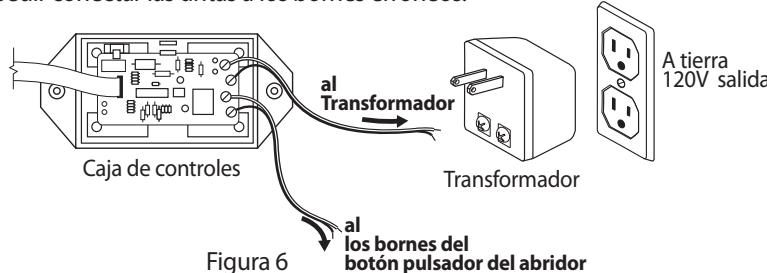

Figura 6
5. Remueva aproximadamente 13 mm (1/2 pulgada) de aislamiento de ambos cables en la misma punta de un rollo de cable bifilar. Fije un cable a cada uno de los dos tornillos situados cerca del relé, Figura 6. Encamine este par de cables a los bornes del botón pulsador del abridor, usando las grampas suministradas. Corte el par de cables a la longitud debida, pele el aislamiento según sea necesario y conéctelos en los bornes del botón pulsador, Figura 6. Remueva aproximadamente 13 mm (1/2 pulgada) de aislamiento de ambos cables en la misma punta del rollo de cable bifilar restante y fije un cable a cada uno de los dos tornillos restantes en el extremo de la caja de controles, Figura 6. Encamine este par de cables cerca del tomacorrientes de 120V más cercano. Corte el par de cables a la longitud necesaria, pele aproximadamente 13 mm (1/2 pulgda) de aislamiento de cada cable y conecte uno a cada uno de los dos tornillos del transformador, sin conectarlos directamente al tomacorrientes de 120V, Figura 6. importante: al hacer todas las conexiones precedentes, asegúrese de que las puntas de los cables no toquen los bornes adyacentes ni el uno al otro. Los cable se deben conectar precisamente como se muestra en la Figura 6. Marque ambas puntas de un cable bifilar con cinta para así impedir conectar las uñas a los bornes erróneos.